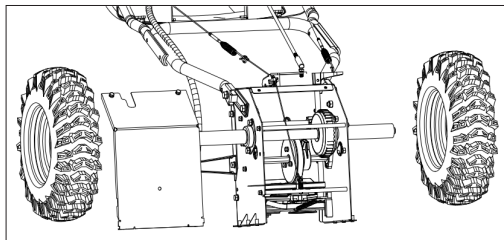

Рис. 38
- Снимите кожух коробки передач с нижней стороны снегоуборщика, открутив четыре винта (рис. 38).
- Снимите колеса(рис. 38).